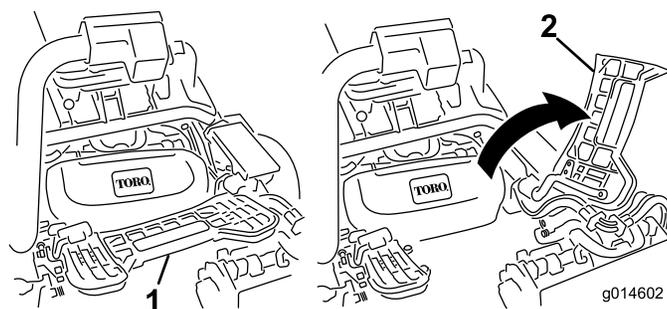

図 12
7. 中央カッティングユニットを取り付ける時は、フットレストを跳ね上げて取り付け位置へのアクセスを確保する図 12。